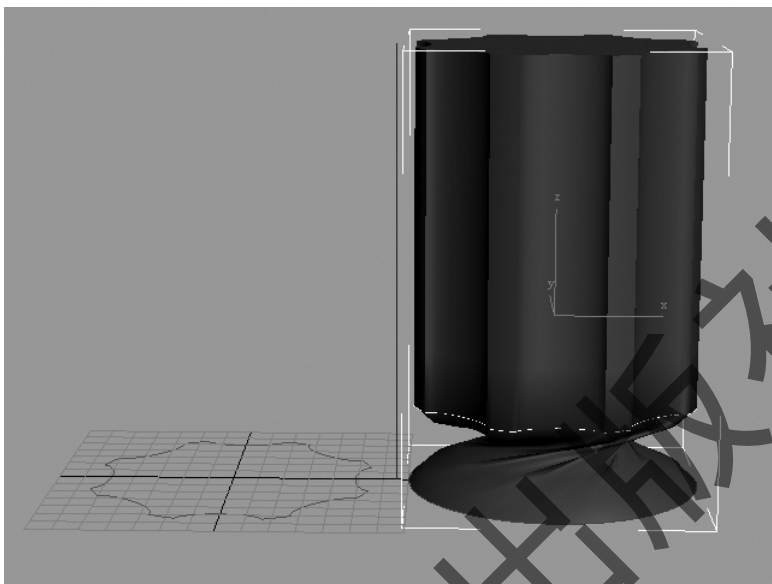

图 4-40 拾取第二个截面
Step15: 点击“获取图形”, 拾取不规则截面, 这时放样物体在从底部到高度为 20 的位置生成了第二个截面, 如图 4-40 所示。